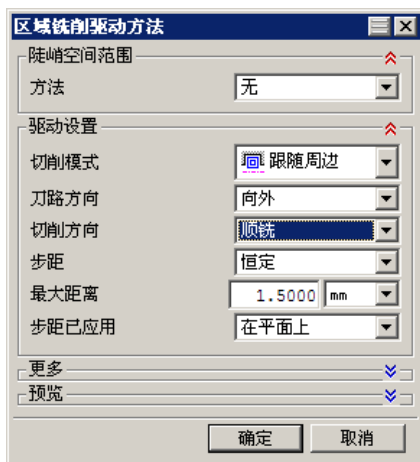

图 14.16 设置驱动方式
Step2. 在“区域铣削驱动方法”对话框中设置图 14.16 所示的参数, 然后单击 **确定** 按钮, 系统返回到“轮廓区域”对话框。